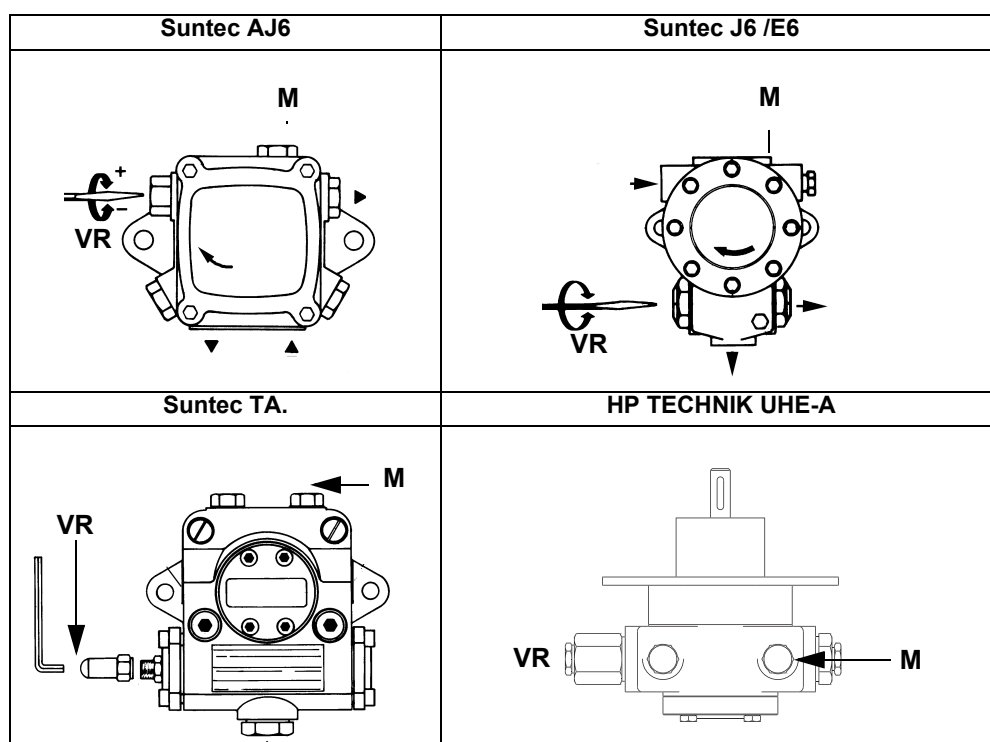

Fig. 11
- 2 sfiatare l'aria dall'attacco (M) manometro della pompa (Fig. 11), allentando leggermente il tappo, senza toglierlo; quindi rilasciare il contattore.